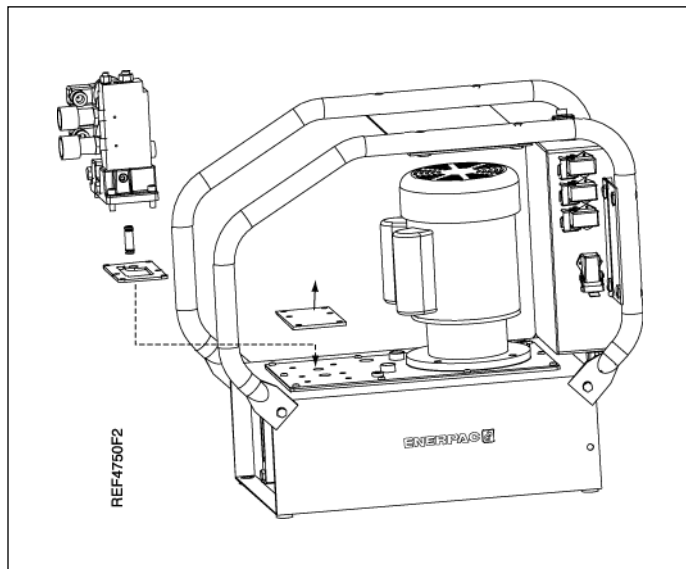

Figura 2
4.1 Montaje de la Válvula (Figura 2)